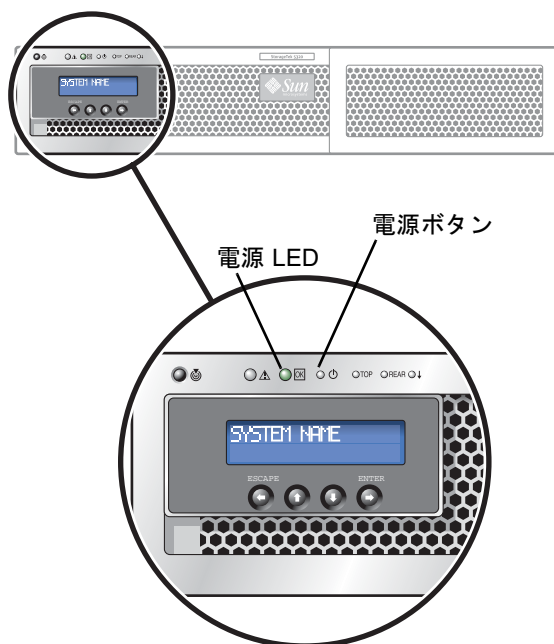

図 5-43 電源ボタンおよびフロントパネルの詳細
4. ペン先や同様の道具を使用して、埋め込み式の電源ボタンを押します (図 5-43)。